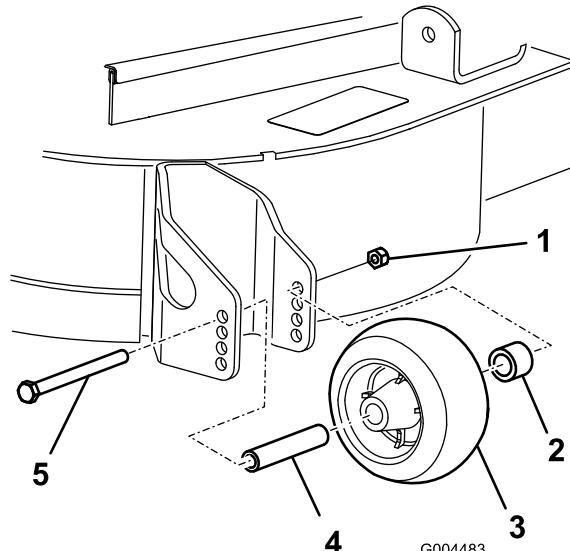

Figura 26
- Dopo avere regolato l'altezza di taglio, regolate i rulli togliendo il dado flangiato, la boccola, il distanziale ed il bullone (Figura 26).
- Montate il dado flangiato, la boccola, il distanziale ed il bullone. Serrate a 54-61 Nm (Figura 26).